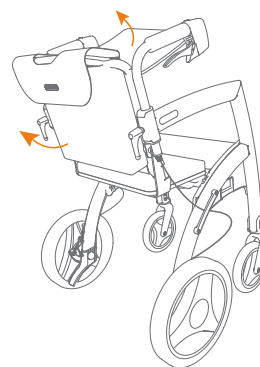
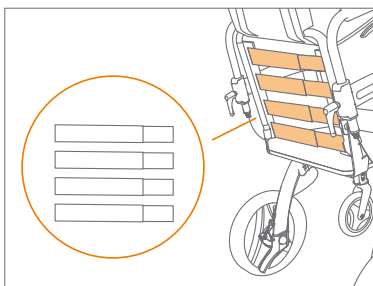

Figure 45: Sangles de réglage visibles.
Figure 46: Quatre sangles ajustables.
- b. Soulevez le sac du paquet de fauteuil roulant et la housse du dossier depuis le bas (**Figure 45**). Les sangles de réglage sont maintenant clairement visibles (**Figure 46**).